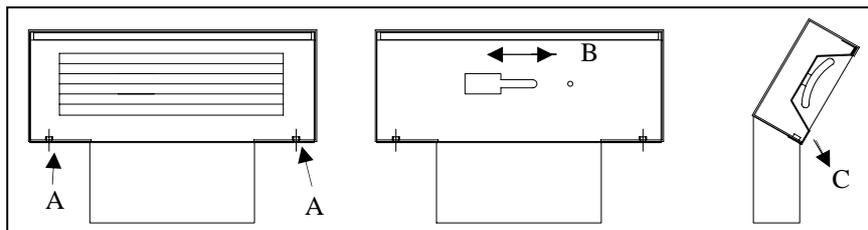

Fig. 5
(FR) Déposer le bloc lampe, en exerçant une traction de bas en haut. Dévisser les vis A (fig. 5). Extraire le déflecteur support de lampe suivant B. Extraire la lampe suivant C après avoir enlever son agrafe. Débrancher les fils d'alimentation du bloc porcelaine.